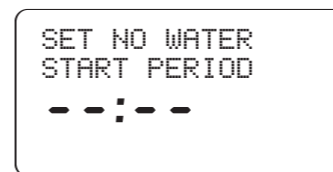

Figura 20:
- Premere una sola volta il tasto **RAIN DELAY** (Ritardo pioggia) [Vedere la Figura 20]